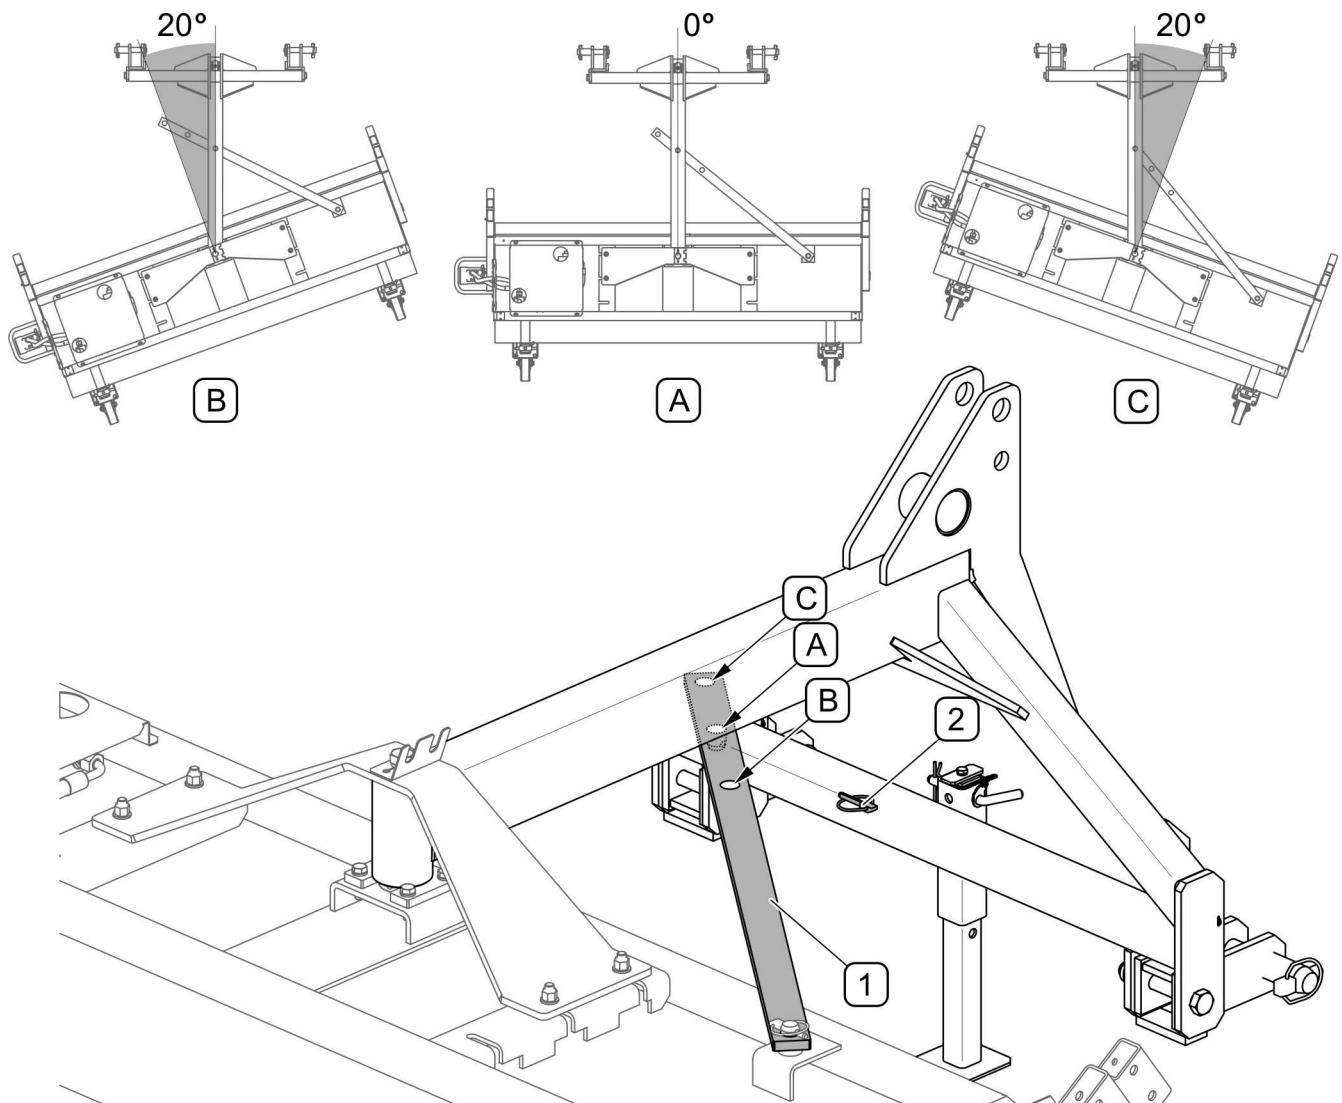

РИСУНОК 4.8 Зміна робочого кута підмітального валика
Встановлення робочого кута підмітального валика (РИСУНОК 4.8) виконується шляхом зміни положення штифта у відповідному кріпильному отворі (A), (B), (C) планки (1). Кріплення шпильки в отворі (A) планки (1) використовується, коли підмітальна машина працює з кутом нахилу 0° . Вибране положення необхідно зафіксувати стопорним штифтом (2). Отвори (B) і (C) використовуються для роботи під кутом 20° праворуч або ліворуч. Використовуйте підмітальну машину лише під кутом, коли працюєте без бака для сміття.